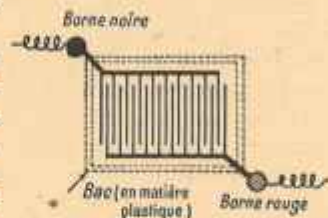

FIG. 169. — Un élément de batterie d'accu (vu par en dessus).
a) Par la nature du liquide et des électrodes qui y plongent ; le liquide est de l'acide sulfurique, dilué par de l'eau *distillée* ; les électrodes sont toutes deux en plomb durci, mais l'une d'elles (recouverte de plomb poreux) est grise, s'appelle le pôle négatif et est marquée extérieurement en noir ; l'autre (recouverte de peroxyde de plomb) est brune, s'appelle le pôle positif et est marquée extérieurement en rouge. Lorsque l'accu fonctionne comme source d'électricité, les électrons se déplacent dans le circuit d'utilisation du pôle noir vers le pôle rouge. Chaque élément (chaque bac) comporte plusieurs électrodes très rapprochées, comme le montre la figure 169, qui représente un élément vu par en-dessus (éviter les courts-circuits entre les plaques voisines) ;
b) Par le fait que les accumulateurs sont des piles *régénérables* : une fois déchargés (3), il est possible de les recharger, en y faisant passer un courant *continu* en sens *inverse* du courant de décharge. A vrai dire, les accumulateurs « n'accumulent pas » de l'électricité : plus exactement, il se produit des modifications
(1) Et aussi les motocyclettes.
(2) Sur les accumulateurs, voir *Idées nouvelles...* (3e édition, pp. 74-76) et la *Chimie au laboratoire...* (3e édition, pp. 116, 121-123, 225).
(3) Nous verrons que la décharge ne doit pas être poussée trop loin.